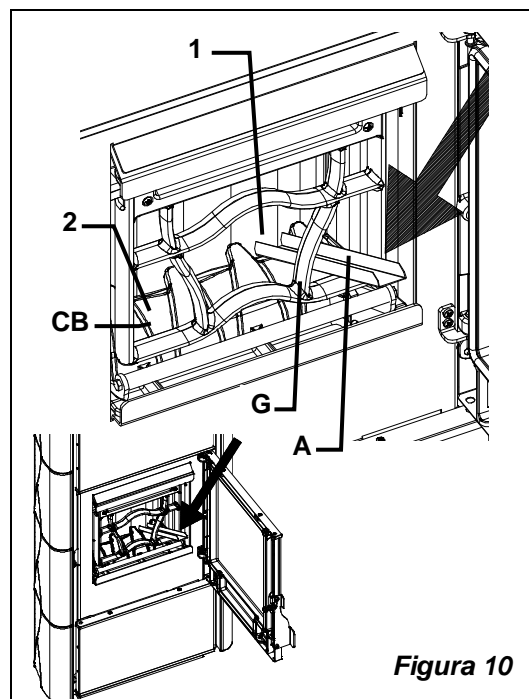

Figura 10
IMPORTANTE: per una corretta ed uniforme accensione sono necessari un paio di cubetti accendi fuoco (Figura 10 pos.1 pos.2).
- Appoggiare l'apposito scivolo in dotazione (Figura 10 pos.A) sulla griglia e sul bordo posteriore del copri bruciatore (pos.1 pos.2);
- Dopo avere acceso i due cubetti in pos.1 e pos.2, togliere lo scivolo e chiudere la porta fuoco.